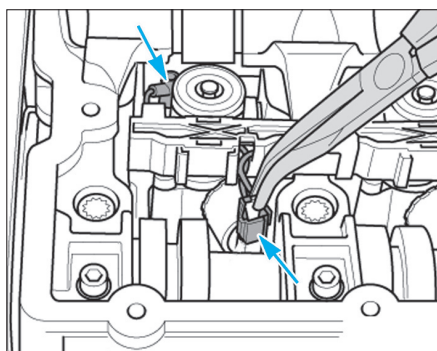

Fig. 71
- [3]. Outil d'extraction de palier d'arbres à cames (ref. T10262) (Fig.71).
- Retirer les connecteurs des injecteurs-pompe en appuyant sur les touches de déverrouillage (Fig.71).